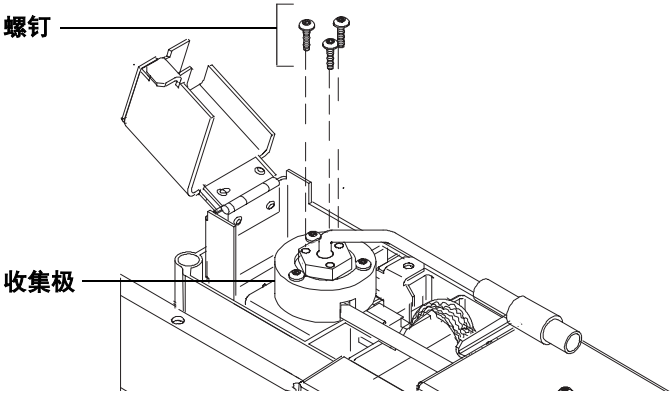

图 6 安装铷珠组件
- 5 按照图 6 把新铷珠组件嵌在 NPD 收集极上。注意不要让铷珠碰到收集极的壁。装上仪器提供的三个新的 Torx T-10 螺钉。第一个螺钉只用手拧紧。再按正常方式拧紧其余两个螺钉，然后再把第一个螺钉彻底拧紧。